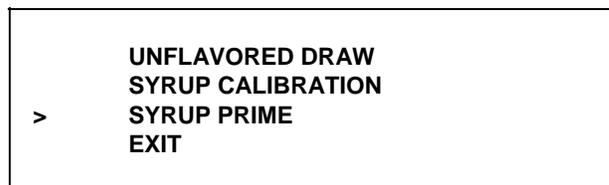

Figura 34
22. Pressione o símbolo AUTOMÁTICO ou SABOR OPCIONAL para movimentar a seta até SYRUP PRIME (ABASTECER XAROPE). (Veja a Figura 34.)